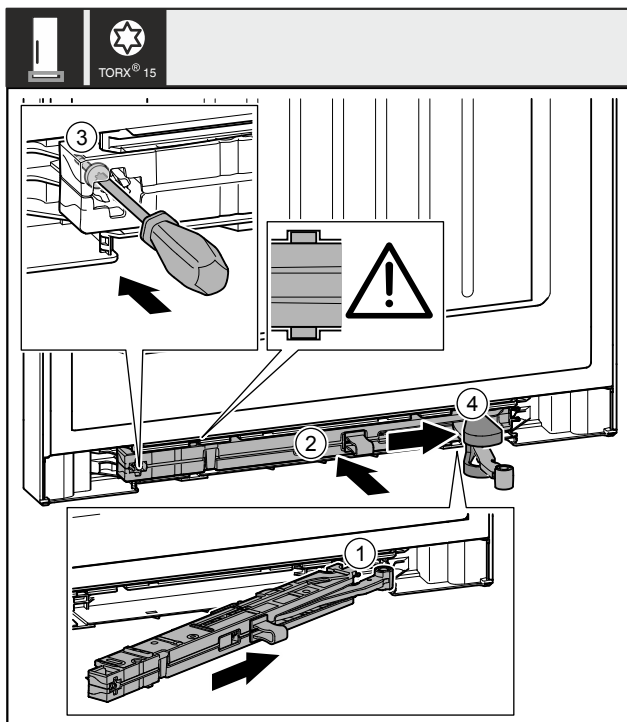

Fig. 53
- ▶ 将托架侧面的关门阻尼单元 Fig. 53 (1)倾斜插入凹槽直至止挡装置。
- ▶ 将关门阻尼单元 Fig. 53 (2)完全地推入凹槽。
- ▶ 用螺丝刀拧紧螺钉 Fig. 53 (3)。
- ▶ 将盖板 Fig. 53 (4)推到铰链上方。